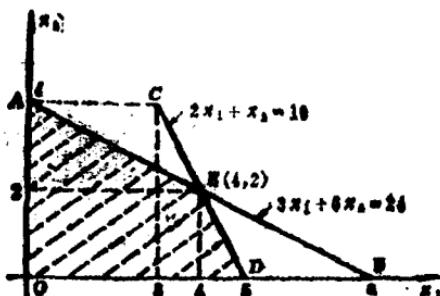

图1-1
①画直线 $3x_1 + 6x_2 = 24$ 。如取 $x_1 = 0$ 则 $x_2 = 4$ ，得点 $A(0, 4)$ ；取 $x_2 = 0$ ，则 $x_1 = 8$ ，得点 $B(8, 0)$ 。连 $AB$ 得直线 $3x_1 + 6x_2 = 24$ ，如图1-1。
②画直线 $2x_1 + x_2 = 10$ 。若分别取 $x_1 = 3$  ( $x_2 = 4$ ) 和 $x_1 = 5$  ( $x_2 = 0$ )，则得点 $C(3, 4)$ 与 $D(5, 0)$ ，连 $CD$ 即是。如图1-1， $AB$ ， $CD$ 两直线交点为 $E(4, 2)$ 。
③由 $x_1 \geq 0$ ，为 $x_2$ 轴的右半平面（包括 $x_2$ 轴）， $x_2 \geq 0$ 为 $x_1$ 轴的上半平面（包括 $x_1$ 轴）。
(1-10)可知，图1-1中
**方法1** 图1-1中的阴影部分为该规划的可行解域（有界闭区域），是凸多边形  $OAED$ ，又叫凸域、凸集。边界上的  $O, A, E, D$  四点均为极点或顶点。使目标函数  $S$  达到最大的最优方案点，是这些极点中的一个（也可能有两个，为多最优方案情况）。因此，分别将各极点坐标代入  $S$ ，理论上可证， $S$  值最大的点，便是最优方案点。